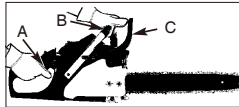

Рисунок 10
3. В озьмитесь правой рукой за заднюю рукоятку (А) (рис. 10).
4. Лево́й рукой крепко возьмитесь за переднюю рукоятку (В) [но не за рычаг ТОРМОЗА ЦЕПИ (С)] (рис. 10).
5. Нажмите на курок газа на 1/3 хода, а затем сразу же активируйте рычаг ТОРМОЗА ЦЕПИ (С) (рис. 10).